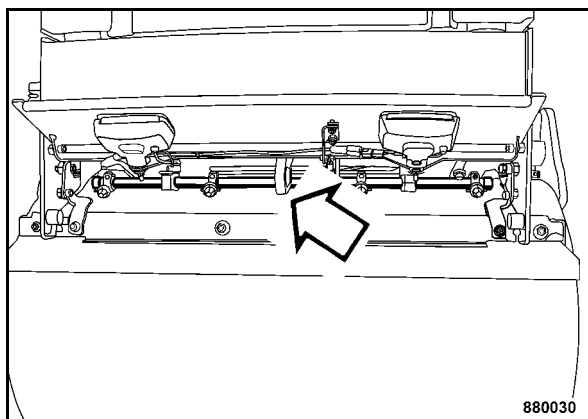

Fig. 81
- Sistemare la macchina sul mezzo di trasporto e fissare la reggiatura ai rispettivi occhielli (Fig. 81) del telaio anteriore e posteriore.